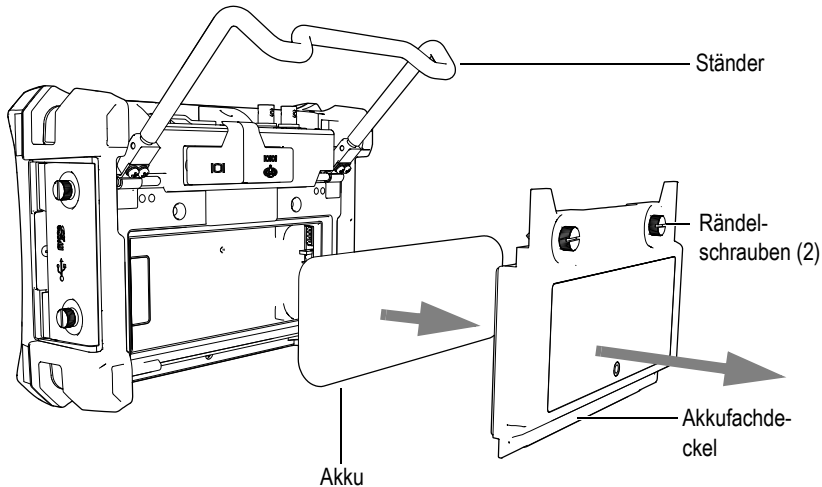

Abbildung 1-7 Herausnehmen des Lithium-Ionen-Akkus
2. Hinten am Gerät die beiden Rändelschrauben lösen, mit denen der Deckel des Akkufachs zugeschraubt ist (siehe Abbildung 1-7 auf Seite 29).
3. Den Akkufachdeckel abheben siehe Abbildung 1-7 auf Seite 29).
6. Den Akkufachdeckel wieder auflegen und mit den beiden Rändelschrauben an der Rückseite des Geräts festschrauben (siehe Abbildung 1-7 auf Seite 29).